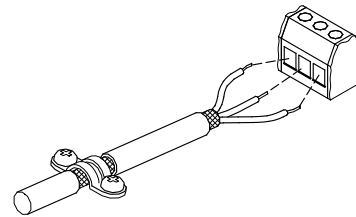

Fig. 38 Exemple de câble dénudé avec blindage
- Placer le blindage le plus près possible des bornes de raccordement. Voir fig. 38.